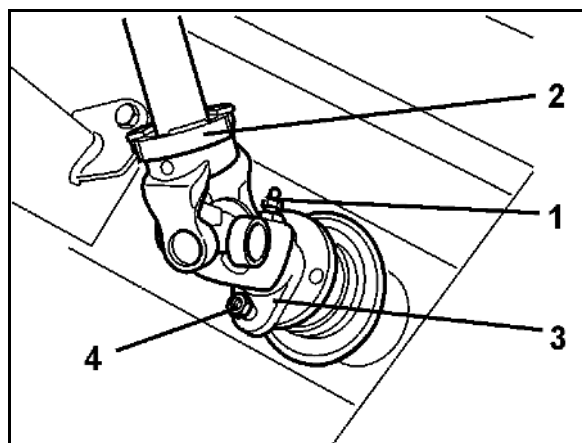

Fig. 96
2. Avlast fjærene (Fig. 96/1) ved å løsne mutterne (Fig. 96/2).